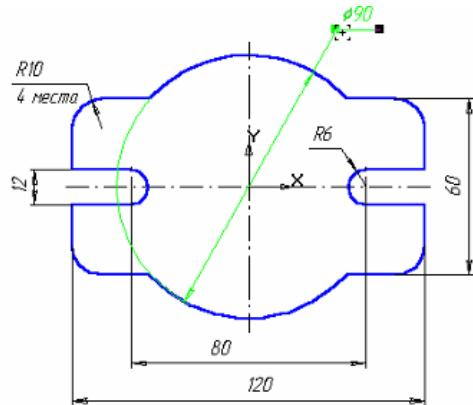

Рис. 1.32. Полученная деталь
9. Проставьте необходимые размеры. В процессе простоянки диаметра окружности равного 90 мм остается тонкая размерная дуга. Для ее удаления щелкните мышью на размерной линии, поместите курсор на узел, определяющий начало полки. Нажмите левую кнопку мыши и, не отпуская ее, переместите курсор немного выше, рис. 1.32.